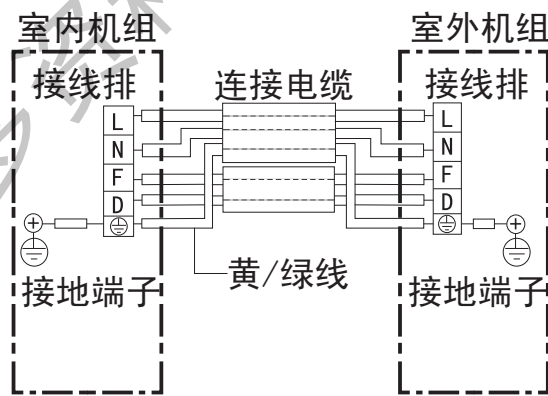

图13室内外电气连接图
- (1) 用附件 ⑧ 及 ⑩ 连接电缆按接线图示要求正确地连接室内外机组，绝对不可连接错误（如图13）
- (2) 连接电缆必须用室内外机组上的电线压板压紧。
- 接地线必须根据图13所示用连接电缆中黄/绿色导线接带有“⊕”标记的接线端子上。